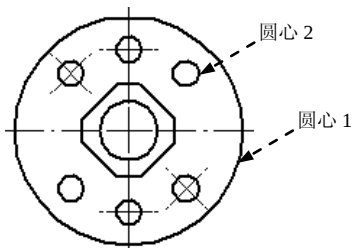
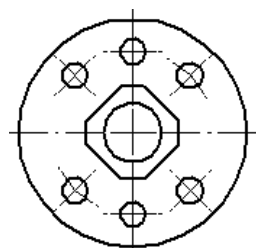

图 8.9.19 定义参照对象
图 8.9.20 创建中心标记 3
Step5. 在“中心标记”命令条“方位”下拉列表中选择 **用 2 点** 选项, 然后确认  按钮处于按下状态, 在系统 **单击以显示中心标记的中心点** 提示下, 单击图 8.9.19 所示的圆心 1, 和圆心 2, 结果如图 8.9.20 所示。
Step6. 参考 Step5 的操作步骤创建另外一个圆的中心标记, 结果如图 8.9.20 所示。